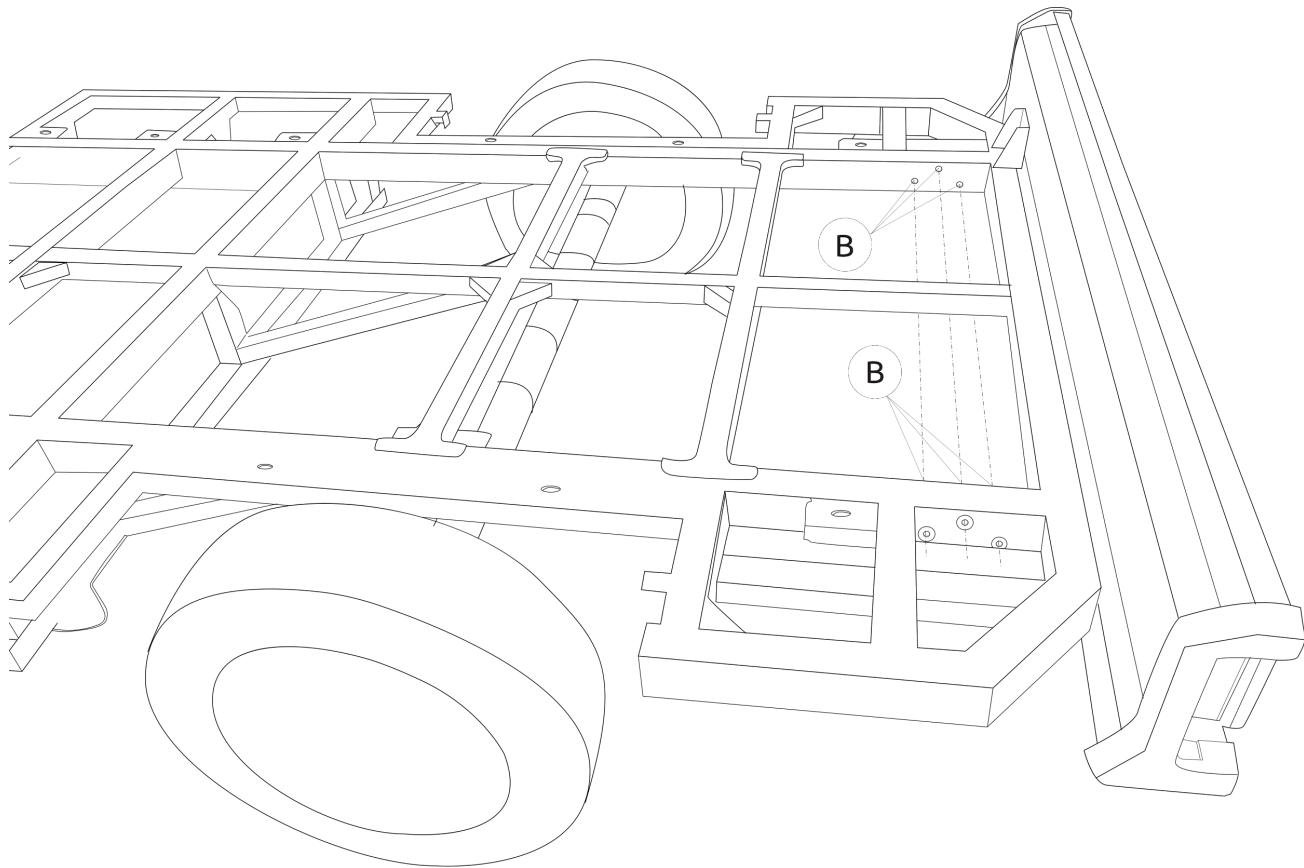

Fig. 1
1. Zamontować płytę boczną A w miejscu punktów B, bez przykręcania. Patrz rysunek 1.
1. Установить боковую панель А в точках В, слегка закрепив ее. См. рис. 1.